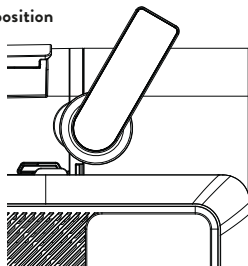

Abbildung 3
1. Netzstecker ziehen. Den Verriegelungsschalter des Mischbehälters in die Entsperrposition drehen (siehe Abbildung 3), Mischbehälter abnehmen, Rührflügel entnehmen und reinigen. Mit einem Tuch trocknen.